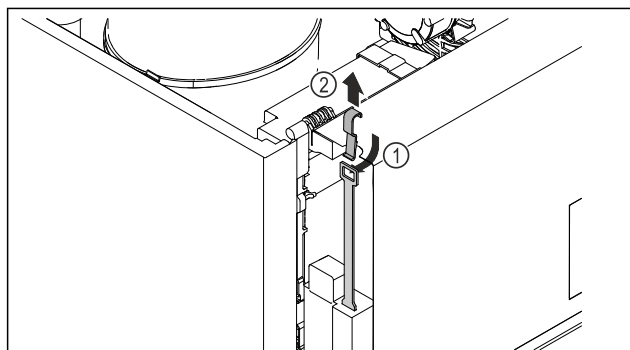

Fig. 248
- Iebīdīet ārkārtas atslēgšanas atslēgu Fig. 248 (1) no augšas, ieaķējiet slēdzenē un pavelciet uz augšu Fig. 248 (2).